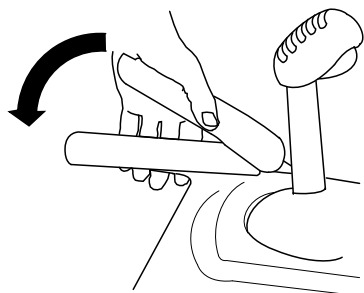

Figura 21
1. Para engranar la transmisión de tracción, apriete la palanca izquierda (tracción) hasta la empuñadura (Figura 21).